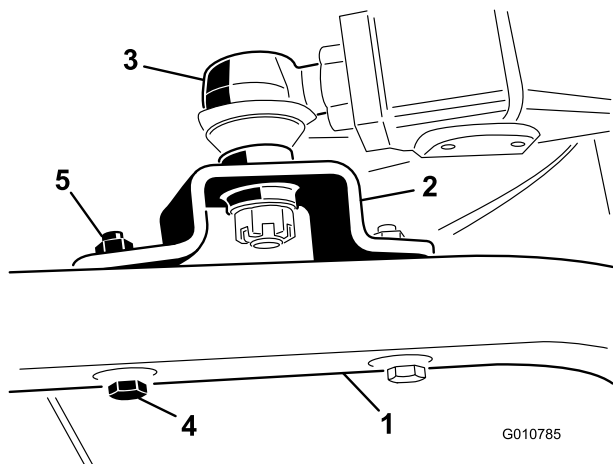

Figura 7
4. Prenda as montagens da rótula esférica em cada roda giratória com 2 parafusos (7/16 x 3 pol.) e porcas flangeadas (7/16 pol.) (Figura 7).
5. Aperte a porca grande que prende a rótula esférica ao braço de elevação (Figura 7).